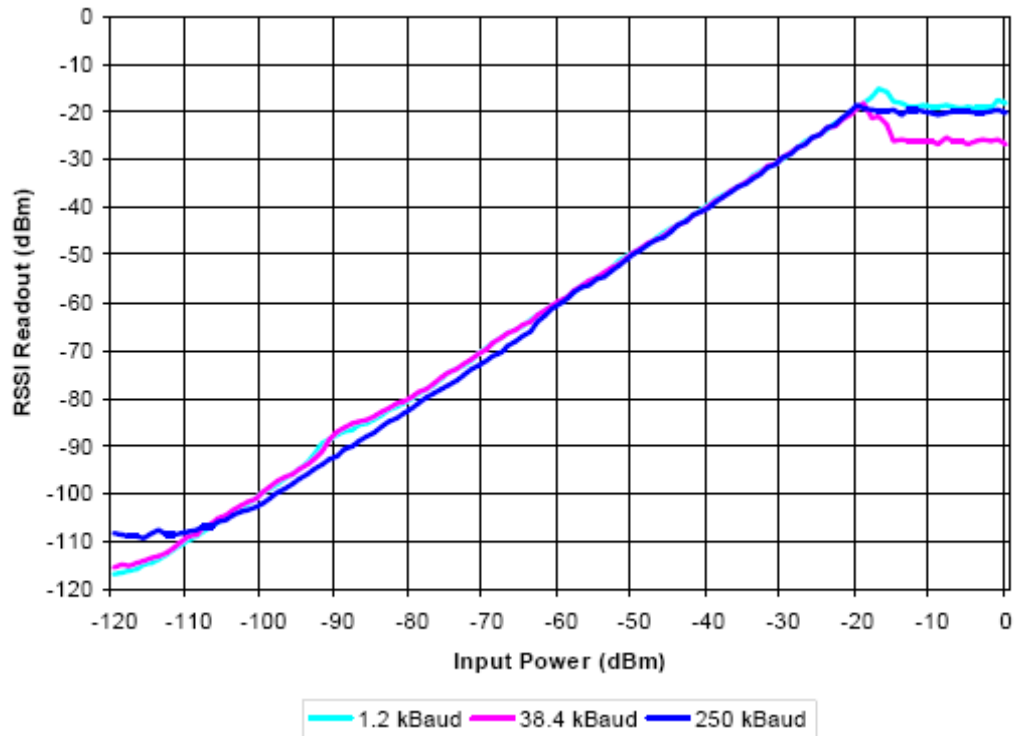
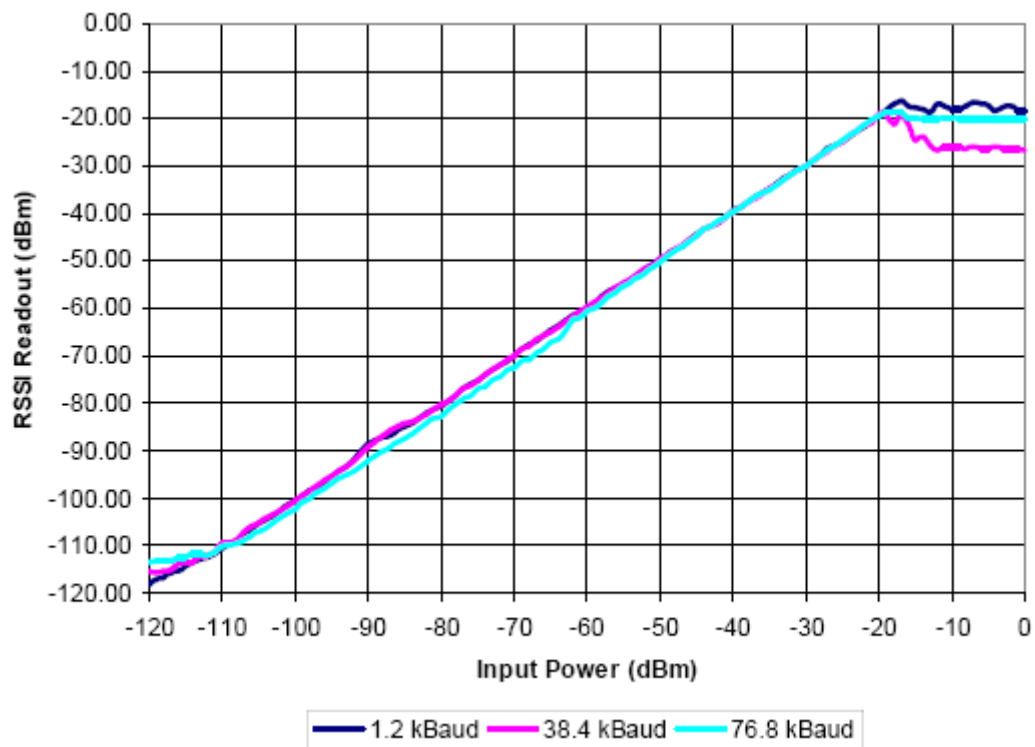

图 17 480 MHz 时不同数据速率下典型 RSSI 值与输入功率电平的关系
图 18 955 MHz 时不同数据速率下典型 RSSI 值与输入功率电平的关系
- 表 29 列举了 RSSI_offset 的一些典型值。图 17 和图 18 为 RSSI 读数的典型曲线图，其为不同数据速率下输入功率级的一个函数。